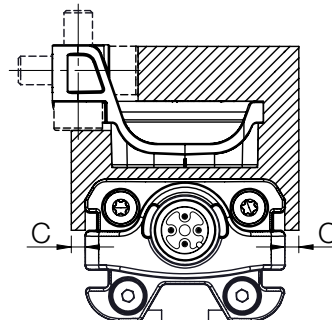

図 5-5: 最小距離 C
- 磁性体製の部品とポインタとの間の距離 C は、必ず 10 mm 以上となるようにしてください (図 5-5 を参照)。
- 磁性体製の部品とポイントとの間の距離 C は、必ず 10 mm 以上となるようにしてください (図 5-5 を参照) 。